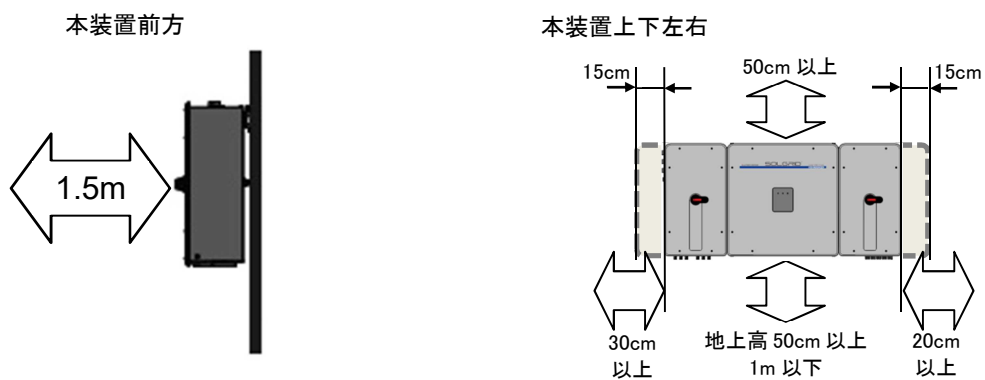

図 1.2.3 本装置周辺の必要離隔距離
- インバータの周囲には下図に示すスペースを確保してください。（屋外に設置する場合のインバータ上部に最低 50 cm のスペースが必要です（図 1.2.3 参照）。